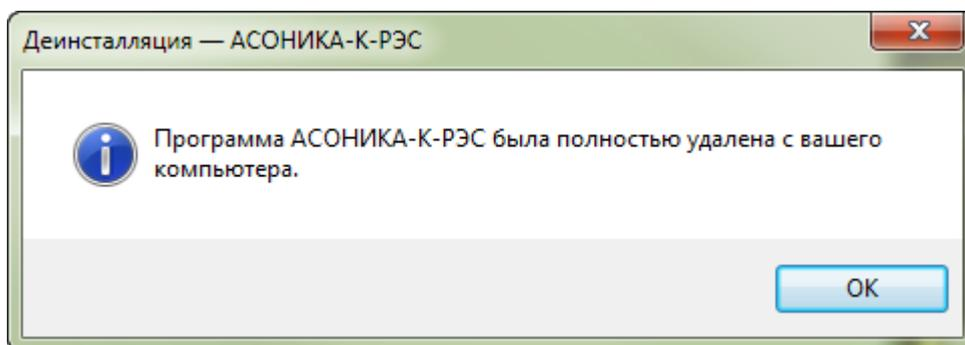

Рисунок 3.12. Удаление системы АСОНИКА-К-РЭС: Сообщение об успешном удалении
После удаления системы программа удаления сообщит Вам об этом (см. рисунок 3.12) для выхода из программы.
- Нажмите кнопку «Ок» (см. рисунок 3.12) для выхода из программы. На этом процесс удаления системы завершен.